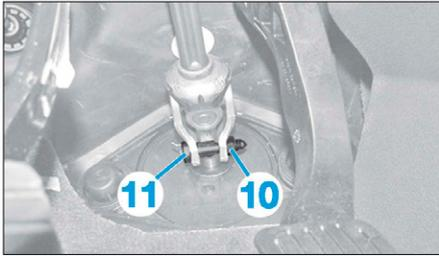

FIG. 21
- l'écrou (10) puis la vis (11) de liaison colonne boîtier de direction (Fig.21),